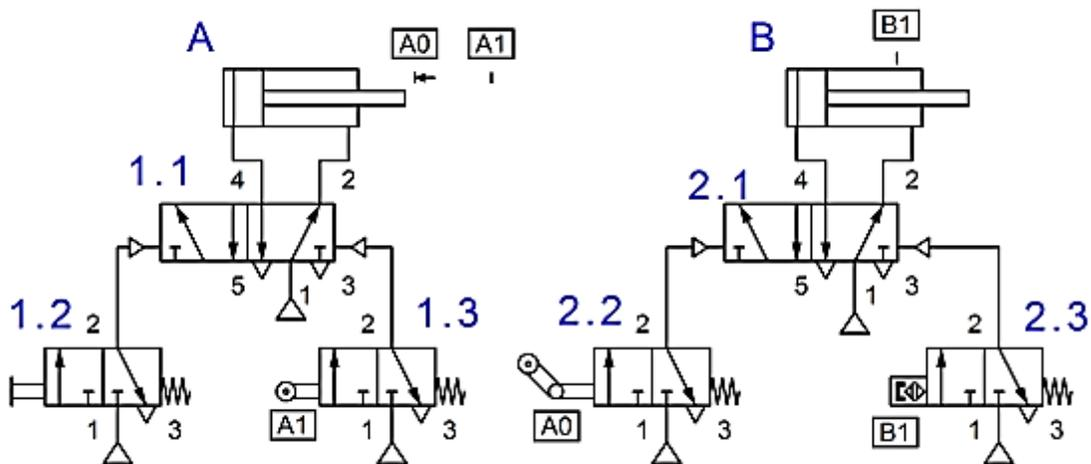

Figura 3.
c) 1. Cierre la unidad de mantenimiento, desconecte y retire todos los elementos, dejando solo el cilindro y la válvula biestable. Observe el circuito de la figura 3 e identifique todos los elementos que se usaran, así como verifique que secuencia deberán seguir los cilindros A y B al activar la válvula 1.2.
3. ¿Dibuje el diagrama de movimiento para el circuito de la figura 3?
5. Realice los circuitos y sus diagramas de movimiento, como en la figura 3, para las siguientes secuencias usando válvulas de rodillo: A+ B+ B- A- ; A+ B+ C+ A- B- C-.